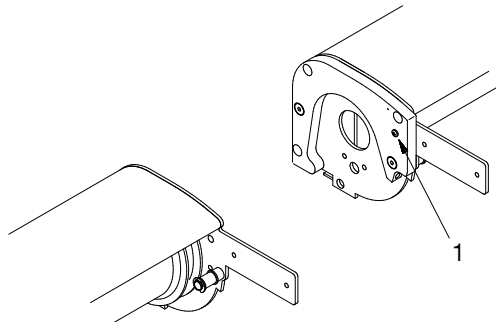

Abb. 19: Verbindungsschraube
- » Heben Sie mit einer zweiten Person den Markisenkasten gleichmäßig an und steigen Sie auf die Leitern. Hängen Sie den Markisenkasten gerade in die Wand- bzw. Deckenkonsolen ein (1 – Abb. 19).
- » Nehmen Sie die Transportsicherungen (3 – Abb. 19) ab.